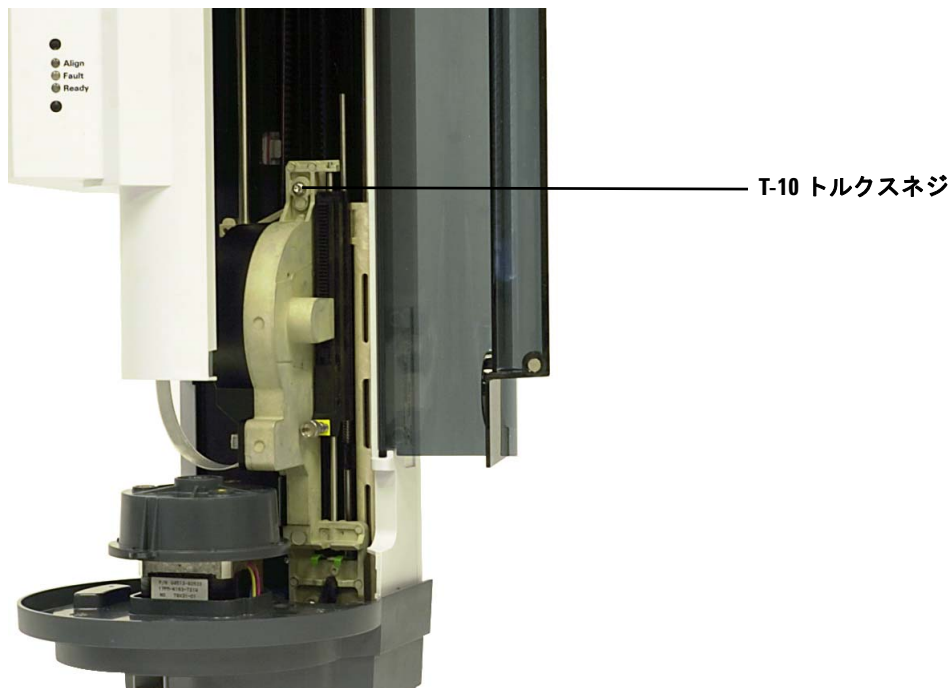

図 103 シリンジキャリアアセンブリ上部の T-10 トルクスネジを取り付ける
- 14 シリンジキャリアアセンブリの上部の T-10 トルクスネジを完全に締めます (図 103)。